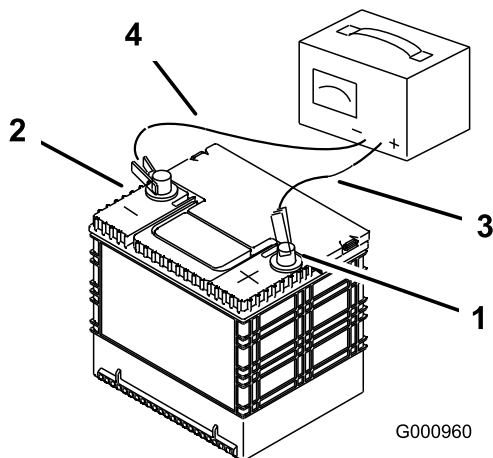

図 52
2. 充電が終わったら、チャージャのプラグをコンセントから抜いてから、チャージャのリード線をバッテリー端子から外す 図 52。